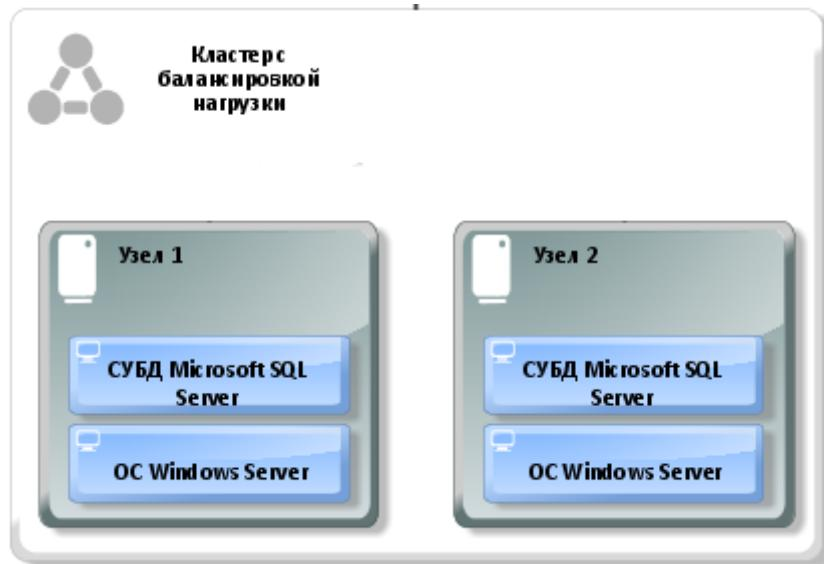

Рисунок 4.12
12. Кроме того, в область объекта «IT-отдел» необходимо поместить объект «Network», назвав его «Кластер с балансировкой нагрузки», включающий два экземпляра объекта «Hardware», имеющих названия «Узел 1» и «Узел 2» соответственно, в которые необходимо поместить следующие объекты «IT system» (рисунок 4.12):